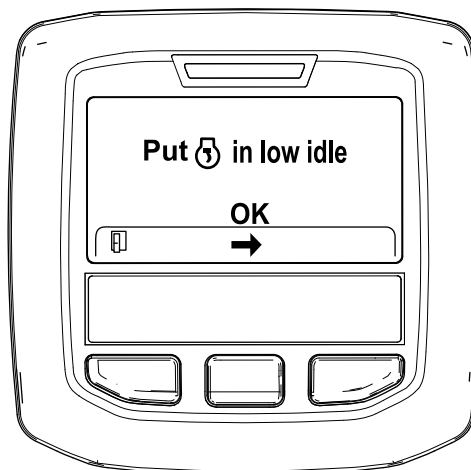

Рисунок 47
6. Переведите дроссельную заслонку в положение МАЛОЙ ЧАСТОТЫ ВРАЩЕНИЯ ХОЛОСТОГО ХОДА и нажмите среднюю кнопку (Рисунок 47).